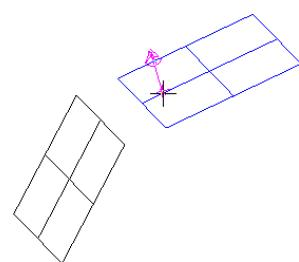

图 6-106 指定熔接位置
- ② 在“曲面”工具栏中单击“两曲面熔接”按钮，根据系统提示，选取第一个熔接曲面，再移动箭头到要熔接的位置，如图 6-106 所示。单击鼠标左键，指定熔接位置。